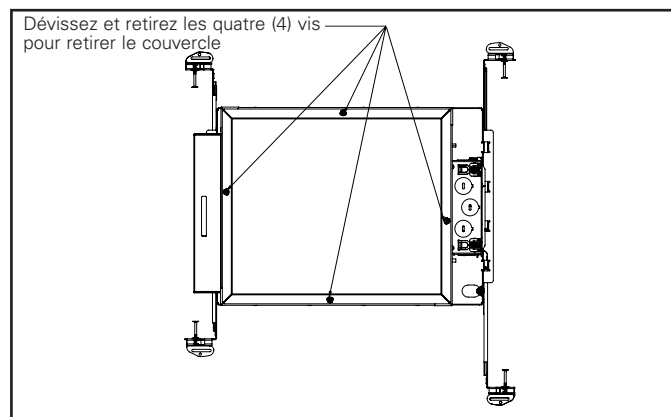

Figure 10.
- Pour les situations où le couvercle du boîtier est accessible après l'installation du boîtier, consultez la Figure 10 pour la dépose.